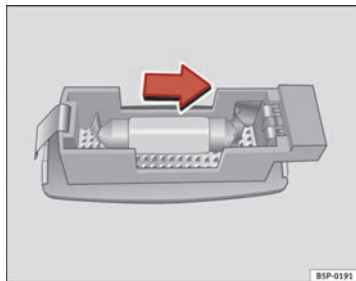

Fig. 204 Smontaggio della luce dell'aletta parasole
- Estrarre con cautela il coprifanale utilizzando il cacciavite dal lato piatto, come indicato nella figura ⇒ fig. 204.
- Rimuovere la lampada, muovendola verso l'esterno nel senso della freccia ⇒ fig. 204.